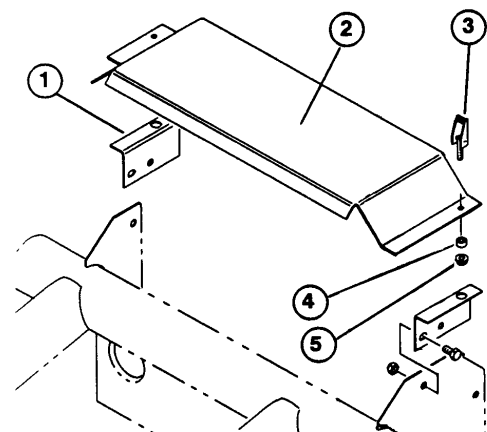

Figura 1
2. Monte el soporte izquierdo de la cubierta al bastidor con (2) tornillos y contratueras 5/16-18 x 5/8 pulg (suministrados con el juego).
4. Inserte un fiador de dilatación en cada orificio de montaje de la cubierta del radiador como se indica en la figura 1. Sujete los fiadores a cada lado con un ojal de goma y un tuerca de plástico.